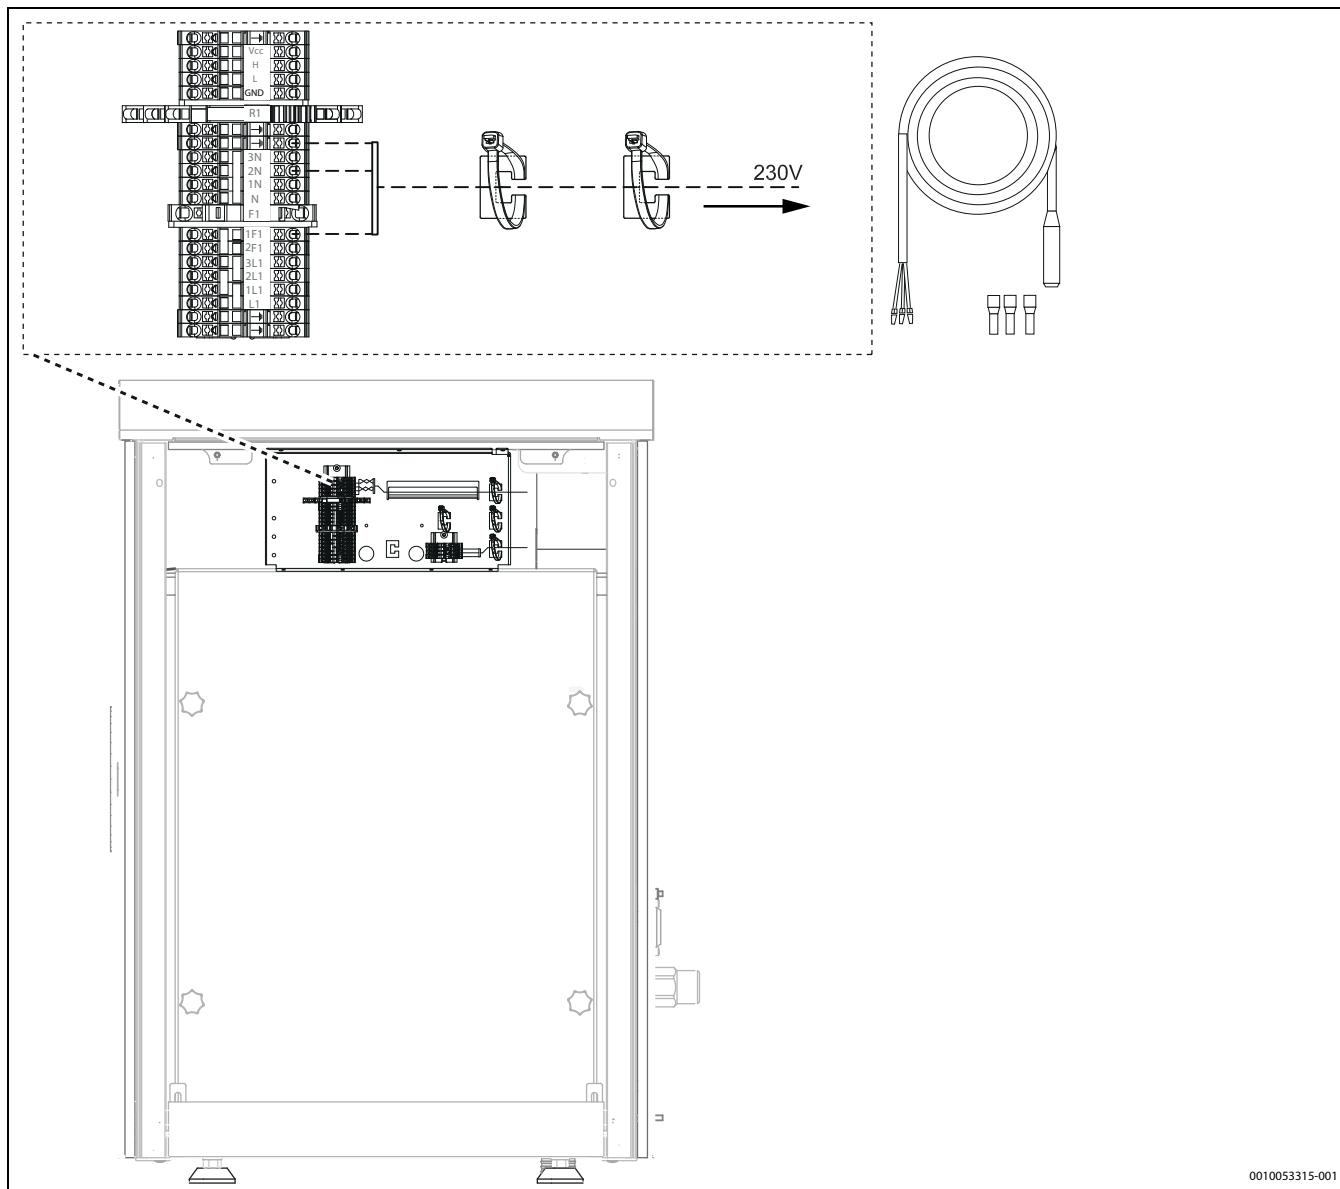

Bild 46 Heizkabelanschluss (Zubehör)
- ▶ Kabel entsprechend → Abbildung 46 anschließen.